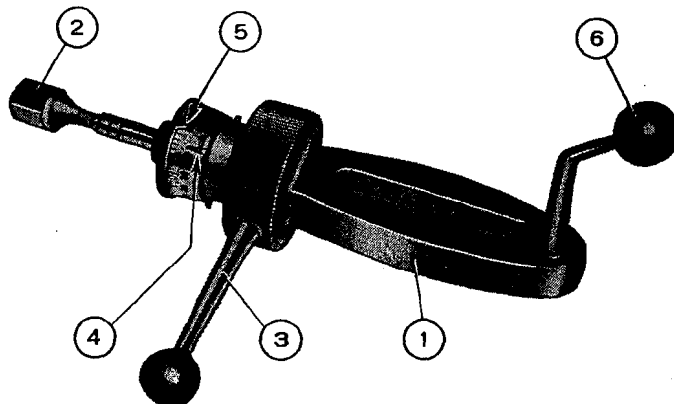

Fig. 79. - Dinamometro per controllo coppia di rotolamento cuscinetti ruote posteriori.
Montare il supporto **A. 95697/3** sul tamburo ruota; innestare il codolo (2, fig. 79) del dinamometro **A. 95697** nel supporto ed impugnare la leva (3).